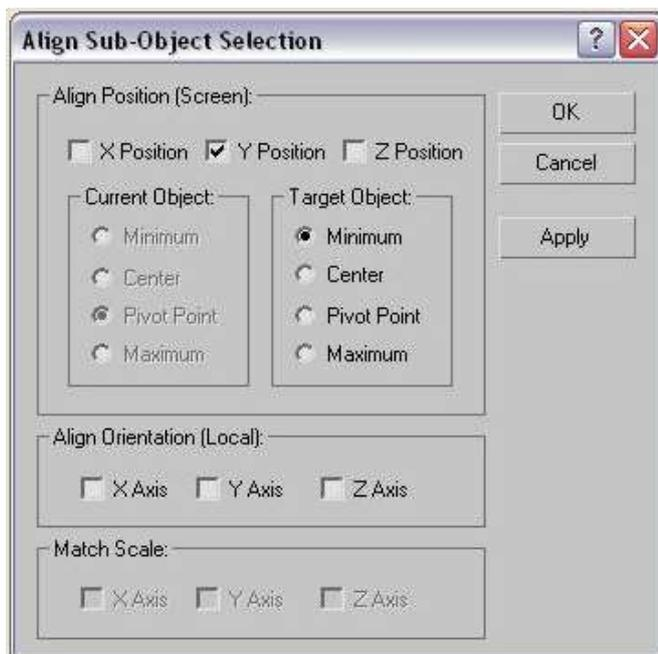

Рис. 13 – Окно Align Sub-Object Selection (Выравнивание выделенных подобъектов)
2. При моделировании объектов посредством трехмерных кривых часто возникает необходимость выровнять какую-нибудь точку сплайна. Делается это аналогично выравниванию трехмерных объектов. В нашем случае необходимо выровнять крайние вершины кривой по одной координате Y. Для этого перейдите на вкладку **Modify (Изменение)** командной панели и раскройте список **Line (Линия)** в стеке модификаторов, щелкнув на значке «плюс». Переключитесь в режим редактирования **Vertex (Вершина)** и в окне проекции выделите крайнюю вершину объекта. Выполните команду **Tools → Align (Инструменты → Выравнивание)** и кликните в любом месте кривой. На экране появится окно **Align Selection (Выравнивание выделенных объектов)**, в котором необходимо указать, по какому принципу будет происходить выравнивание. Обратите внимание, что переключатель **Current Object (Объект, который выравнивается)** будет неактивен (рис. 13). Такую ситуацию можно объяснить тем, что вершина, которая в данном случае является выравниваемым объектом, — это условный объект, не имеющий